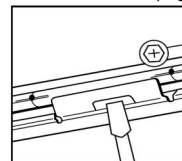

Fig. 6
5. Glissez le luminaire le long des barres de suspension jusqu'à l'endroit désiré. Utilisez des vis de blocage ou la fente pour fixer (Fig. 6).